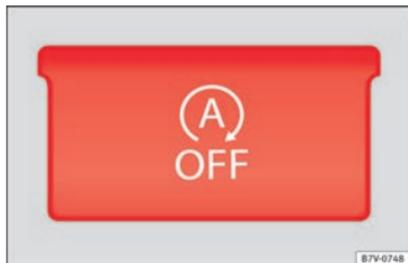

Fig. 207 Pormenor da consola central: botão para o funcionamento Start-Stop.
- Pressione o botão  na consola central »» Fig. 207.